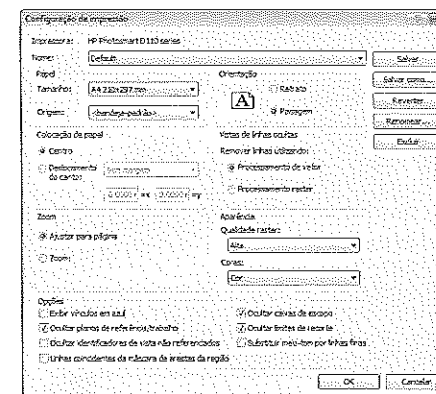

Figura 17.32 – Janela Configuração de impressão.
- **Configurar:** abre uma janela de diálogo, Figura 17.32, com as seguintes opções: